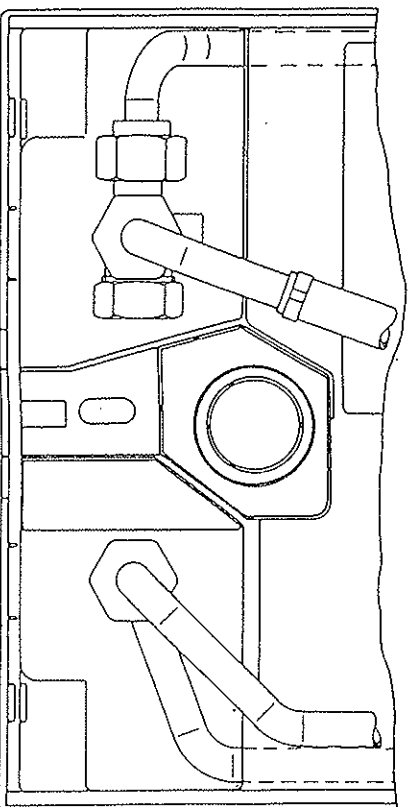

Abb. 18: Anschluß Rohrbausatz
- ⇒ Rohrbausatz I oder II, unter Verwendung der beige packten Flachdichtungen, an die Anschlußrohre des Durchlauferhitzers anschließen (Abb. 18).